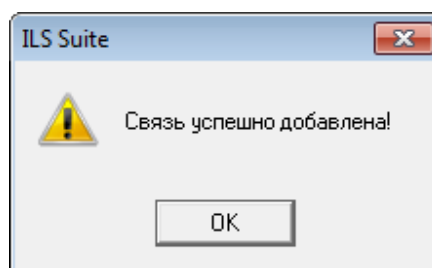

Рис. 13-518 – Информационное сообщение
4) Отображается диалоговое окно для подтверждения создания связи (рис. 13-518).